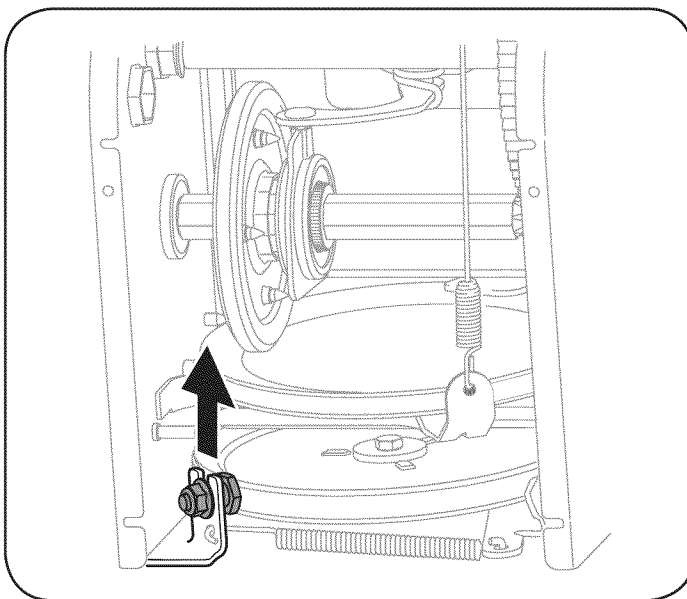

Figura 31
6. Afloje y retire el tornillo con reborde que actúa como guarda de la correa. Vea la Figura 31.